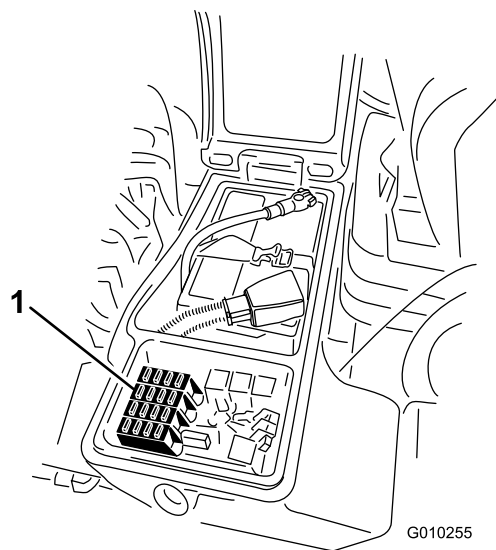
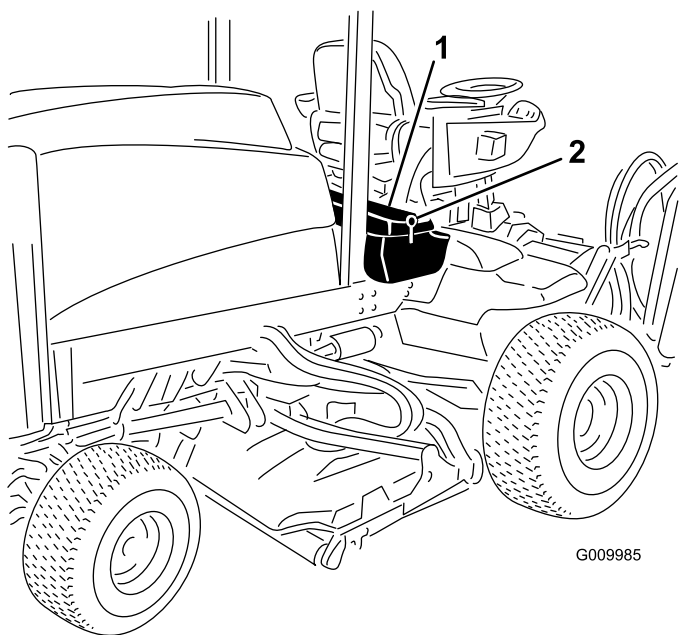

Figura 96
Figura 95
1. Desaperte o trinco da cobertura da caixa de armazenamento direita e levante a cobertura (Figura 95) para expor o bloco de fusíveis (Figura 96).
3. Feche a cobertura da caixa de armazenamento direita e prenda a cobertura com o trinco (Figura 95).
2. Substitua o(s) fusível(is) aberto(s) conforme necessário (Figura 96).